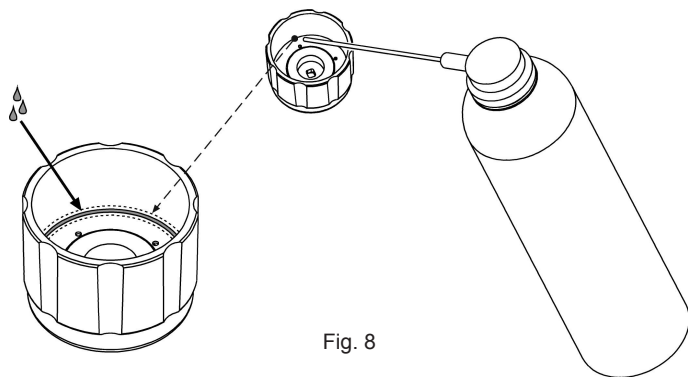

Fig. 8
- 3 Lubrificare con lubrificante di grado medicale nei punti indicati in Fig.8;